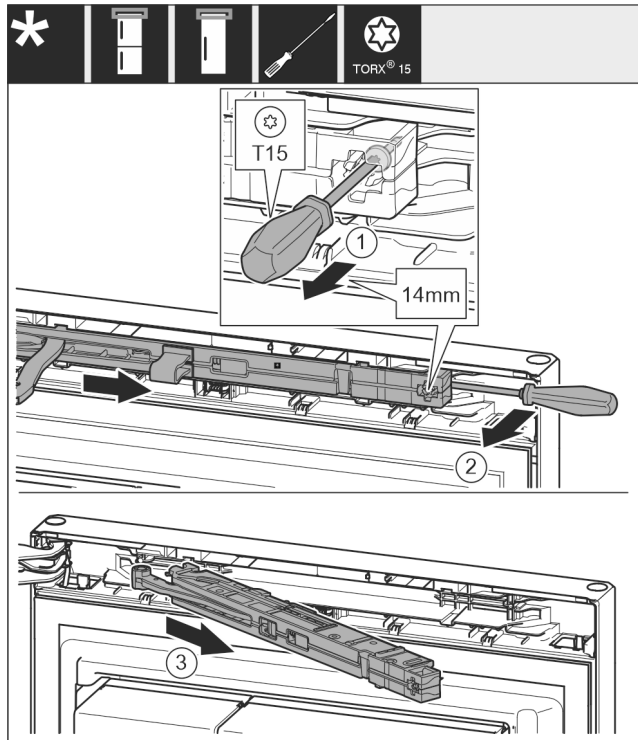

Fig. 12
- ▶ Ослабьте винт на узле амортизатора с помощью отвертки T15 примерно на 14 мм. Fig. 12 (1)
- ▶ При помощи отвертки со стороны ручки переместите за узел амортизатора и поверните узел вперед. Fig. 12 (2)
- ▶ Извлеките узел амортизатора. Fig. 12 (3)